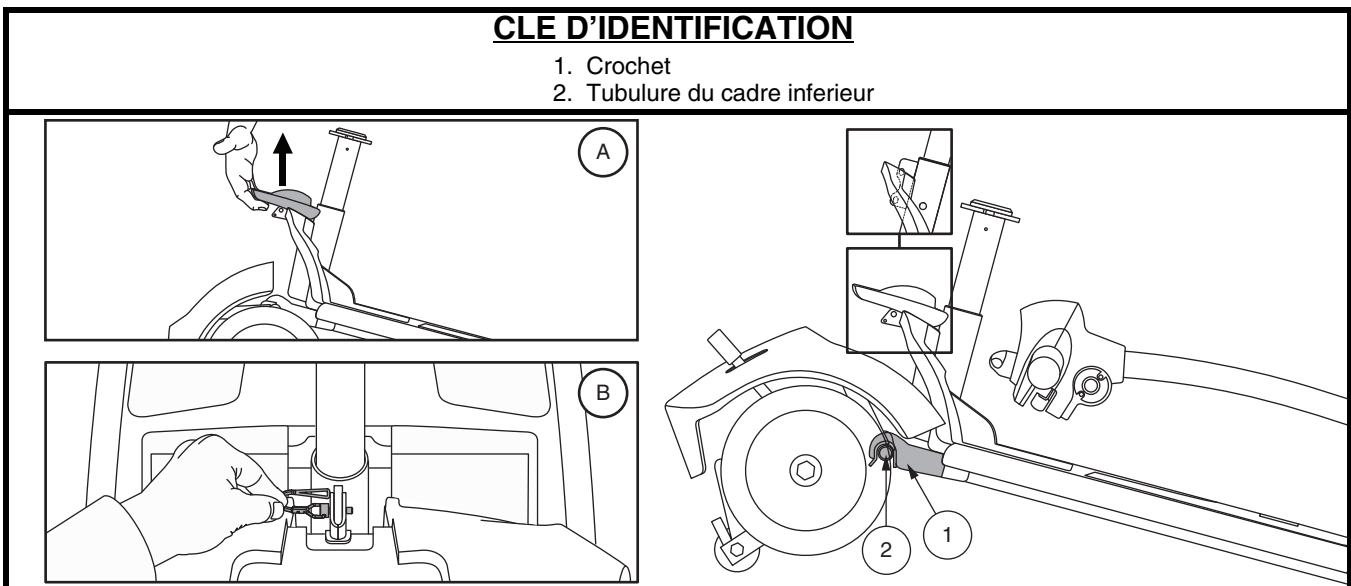

Figure 26. Levier de blocage du cadre (Style A) et Libérez la goupille de verrouillage de blocage du châssis (Style B)
4. Séparez doucement les sections du Travel Scooter. **Voir la figure 26.**
**NOTE:** Avant de débiter l'assemblage, basculez légèrement la section arrière du Travel Scooter vers ses rolettes antibasculer tel que montré dans la figure 26.
1. Soulevez la section avant par le levier de blocage (ou le mât du siège sur les modèles 36, 83, et 84) et alignez les crochets avec la tubulure de la section arrière. **Voir la figure 26.**
2. Une fois que les crochets du châssis sont sur le tube inférieur du châssis, abaissez la section inférieure avant et faites pivoter la section arrière simultanément. Ceci engagera le verrouillage du châssis automatiquement pour les modèles 40X, 44X, 40E, 44E, 40LX, 44LX, 50LX, 54LX, 53, 53HD, 54, 54HD, 73, et 74. Pour les modèles 36, 83, et 84, vous aurez besoin de réinstaller la goupille de verrouillage du châssis pour terminer l'assemblage du corps. **Voir la figure 26.**